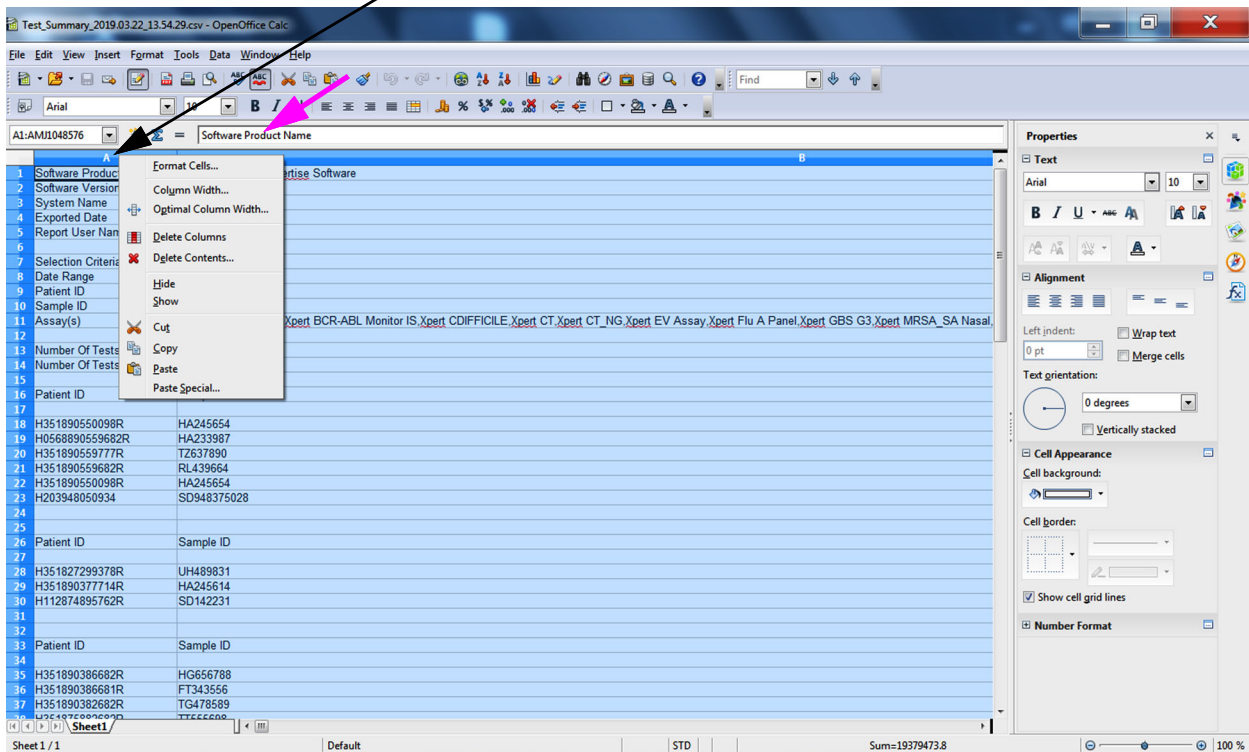

图 C-7. 从下拉菜单选择列宽 (Column Width)
- 右击 **A** 列的蓝色区域。该列的右上角将出现一个下拉菜单（参见图 C-7）。